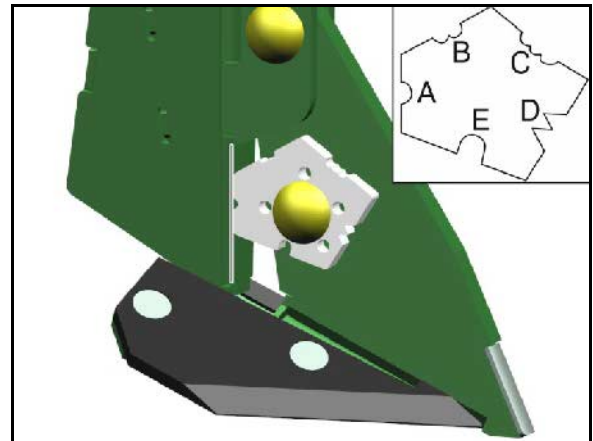

Рис. 91
2. Ослабте гайку з лапками (Рис. 91/2).
3. Встановіть висоту рівня наповнення датчика (Рис. 91/1) відповідно до бажаної кількості висівного матеріалу.
4. Затягніть гайку з лапками (Рис. 91/2).
Датчик наповнення необхідно встановлювати лише в такий спосіб, як показано на зображенні (Рис. 91)!